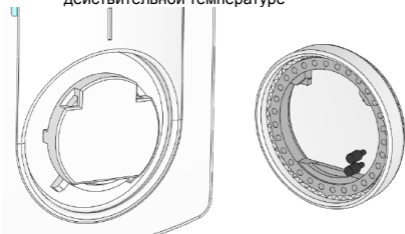

рис. 3
3. Вставить штыри в отверстия, соответствующие требуемым ограничениям температуры на кольцо (рис. 3 и 4)